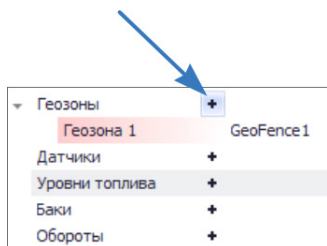

Рис.3. Добавление нового параметра.
- Для того чтобы добавить новый параметр в интересующую группу, необходимо нажать кнопку **+** в строке с заголовком нужной группы (Рис.3). После добавления параметру автоматически присваивается имя и становятся доступными настройки этого параметра.